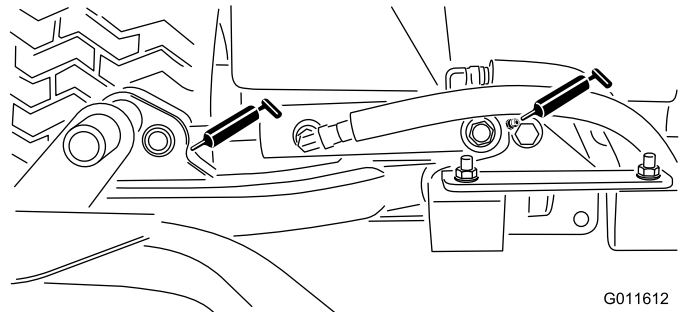

Figure 28
- Vérins des bras de relevage des plateaux de coupe (x 2) (Figure 28)
- Pivots des bras de relevage (x 1) (Figure 28)